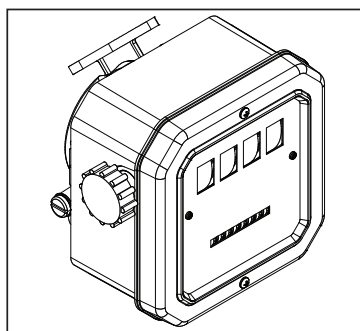

Figura 3
A tela grande do medidor representa o total do lote para cada entrega de combustível. Antes de distribuir, redefina o Total do Lote para zero girando o botão. (Figura 3)
2. Redefina o contador do medidor para zero girando o botão de reinicialização. (Figura 3)